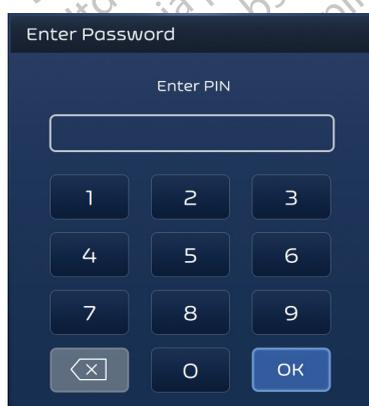

Figura 3. Schermata iniziale di accesso con password
3. Una volta completato il processo POST, verrà visualizzata la schermata iniziale di accesso dove immettere la password. Inserire la password di accesso* utilizzando il tastierino e quindi premere il pulsante OK (vedere Figura 3).